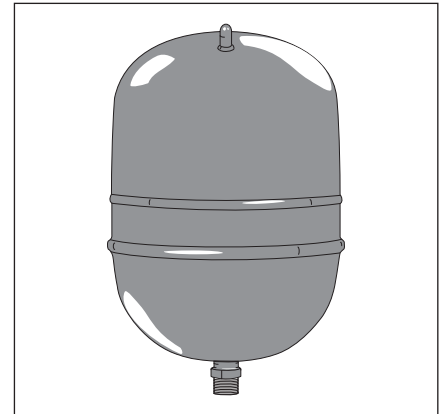

Figura 6 - Un tanque de expansión térmica ayuda a proteger el sistema de plomería del hogar contra los incrementos de presión.
- Tanque de expansión térmica (Figura 6 en la página 7)
Verifique que cuenta con un tanque de expansión térmica de tamaño adecuado (Figura 6). Se recomienda instalar un tanque de expansión si en su hogar no hay uno. Los códigos exigen un tanque de expansión térmica debidamente presurizado y del tamaño adecuado en todas las casas que tienen válvulas reductoras de presión, de retención o de reflujo (consulte la ilustración en la solapa de la portada).